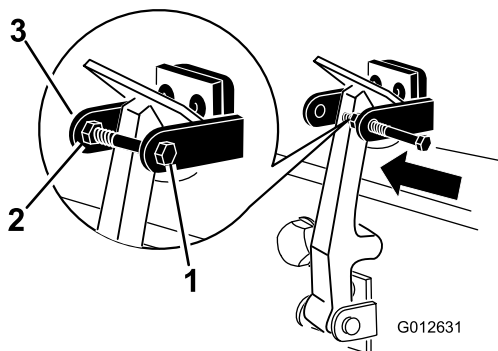

Рисунок 6
7. Вверните болт в другой рычаг кронштейна защелки капота для фиксации защелки в рабочем положении (Рисунок 6). Затяните болт, но не затягивайте гайку.